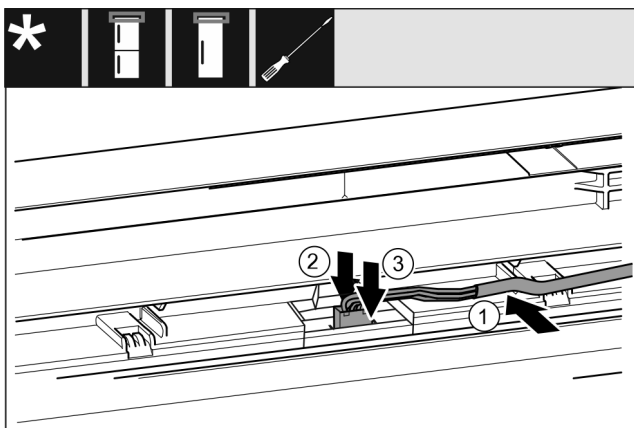

Fig. 45 Kombinált hűtő-fagyasztókészülékek / fagyasztókészülékek / hűtőkészülékek*
- ▶ Helyezze be a kábelt Fig. 45 (1) felső ajtóban lévő vezetősínbe.*
- ▶ Nyomja hátrafelé a reteszelő bütyköt Fig. 45 (2)*
- ▶ Pattintsa be a dugót Fig. 45 (3)*